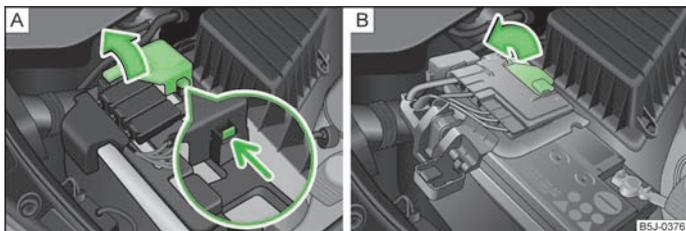

Fig. 120 Batterie du véhicule : Relever le cache (boîte de vitesses automatique)/(boîte de vitesses manuelle)
- Débloquez le verrouillage sur le côté du pôle positif de la batterie » fig. 120 - [A].
- Relevez le cache dans le sens de la flèche » fig. 120 - [A] (boîte de vitesses automatique) ou » fig. 120 - [B] (boîte de vitesses manuelle).